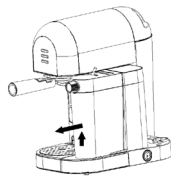
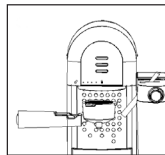

Рис. 1
Рис. 2
**Внимание!** Перед первым приготовлением кофе рекомендуется промыть бойлер, крышку капучинатора (14) и ёмкость для молока (16).
- Убедитесь, что съёмный поддон (1), решётка поддона (2) установлены на место.
- Снимите крышку (9), снимите ёмкость для воды (10).
- Наполните ёмкость (10) холодной водой до отметки максимального уровня, установите ёмкость (10) на место.
**Примечание:** ёмкость (10) предназначена только для воды, запрещается наполнять ёмкость (10) любыми другими жидкостями, например, молоком.
- Возьмитесь за ёмкость (16), потяните её по направлению к себе и снимите с ёмкости (16) крышку капучинатора (14) (рис. 1). Наполните ёмкость (16) водой, до отметки максимального уровня.
**Примечание:** ёмкость капучинатора (16) предназначена только для молока, запрещается наполнять ёмкость (16) любым и другими жидкостями, использование воды допустимо только в режиме промывки капучинатора.
- Установите крышку капучинатора (14) на ёмкость (16), установите капучинатор на место установки до срабатывания фиксатора.
**Примечание:** после установки ёмкости (16) с крышкой (14) всегда проверяйте правильность установки и надёжность фиксации капучинатора.
- Вставьте один из фильтров для кофе (19 или 20) в держатель фильтра (18), совместив выступ на фильтре (19 или 20) с прорезью в держателе фильтра (18) и поверните фильтр (19 или 20) по/против часовой стрелки. Во время подготовки кофеварки к работе не засыпайте молотый кофе в фильтр (19 или 20).
- Установите держатель фильтра (18) в место установки «☐» и поверните ручку (4) вправо до упора «☒» (рис. 2, 3, 4).
- На решётку (2) установите подходящую по высоте и объёму чашку, не менее 300 мл.
- Ручкой регулировки угла наклона трубки капучинатора (12) направьте трубку капучинатора (13) в установленную чашку.
- Включите кофеварку, установив выключатель питания (11) «0/1» в положение «1», при этом загорятся и будут мигать индикаторы кнопок (5, 6, 7).
- Для включения режима очистки, два раза нажмите на кнопку (6) «Капучино». По окончании режима очистки включатся все световые индикаторы кнопок (5, 6, 7).
- После завершения очистки кофеварки выключите её, установив выключатель (11) «0/1» в положение «0».